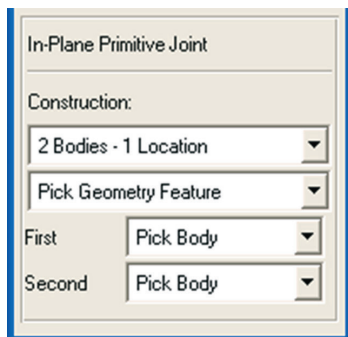

Figura 3.129 – Parâmetros para a segunda *Joint Inplane*.
- Na caixa de diálogo *Main Toolbox*, selecione a ferramenta  (*Joint Primitive: Inplane*) a qual é encontrada expandindo-se o ícone *Joint:Palette*. Os campos inferiores da caixa de diálogo *Joints* deverão ser preenchidos, conforme mostrado na Figura 3.129.